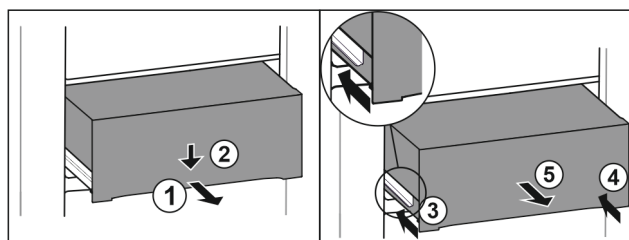

Fig. 179
- ▶ Zásuvku napůl vytáhněte. Fig. 179 (1)
- ▶ Stlačte zásuvku na přední straně dolů. Fig. 179 (2)
- ▶ Zasuňte levou kolejničku přibližně do 2 cm. Fig. 179 (3)
- ▶ Zasuňte pravou kolejničku přibližně do 2 cm. Fig. 179 (4)
- ▶ Vyjměte zásuvku dopředu. Fig. 179 (5)